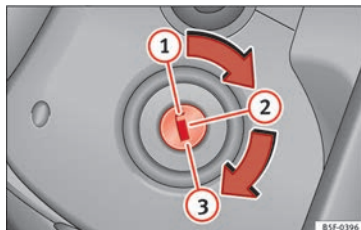

Fig. 168 Posiciones de la llave de contacto.
En esta posición » » » fig. 168 el encendido y el motor están desconectados, pudiéndose bloquear la dirección.
- Gire la llave de contacto hasta la posición » **fig. 168** . El testigo  se encenderá en caso de precalentamiento del motor.
- Gire la llave de contacto a la posición **»» fig. 168 ①**.